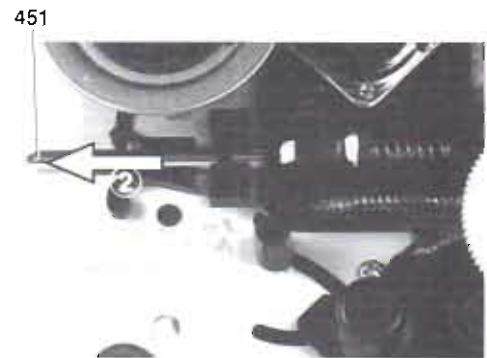

Fig. 11
- Führungsstange 451 in Pfeilrichtung ② schieben und Lasereinheit abnehmen (Fig. 11).
- Move the guide rail 451 in the direction of arrow ② and remove the laser pick-up (Fig. 11)